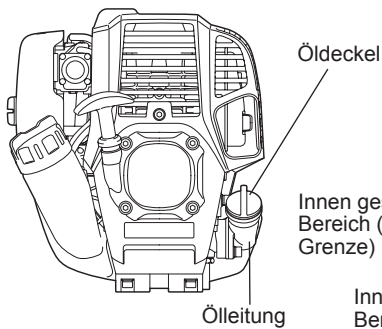
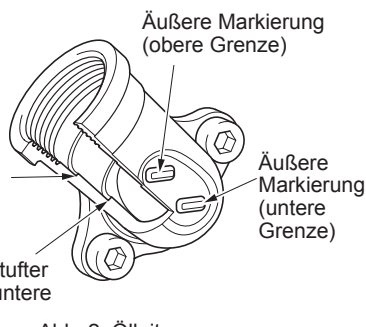

Abb. 1
Abb. 2: Ölleitung
- Legen Sie den Motor waagrecht ab, entfernen Sie den Öldeckel (Abb. 1) und prüfen Sie, ob Sie Öl im Bereich zwischen den oberen und unteren Grenzmarkierungen der Ölleitung sehen (Abb. 2).